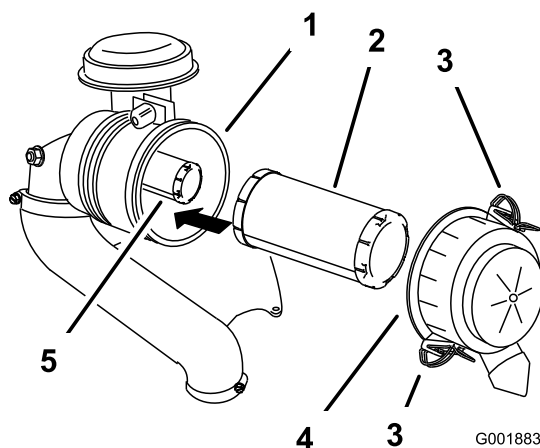

Figura 36
3. Abra los cierres del limpiador de aire y tire de la tapa de la entrada de aire para separarla del cuerpo del limpiador de aire (Figura 36).
5. Extraiga con cuidado el filtro primario del cuerpo del limpiador de aire (Figura 36).
2. Si va a cambiar el filtro de seguridad, deslícelo cuidadosamente en el cuerpo del filtro (Figura 36).
3. Deslice cuidadosamente el filtro primario por encima del filtro de seguridad (Figura 36).
4. Instale la tapa del limpiador de aire con el lado que lleva la palabra **up** hacia arriba, y fije los cierres (Figura 36).